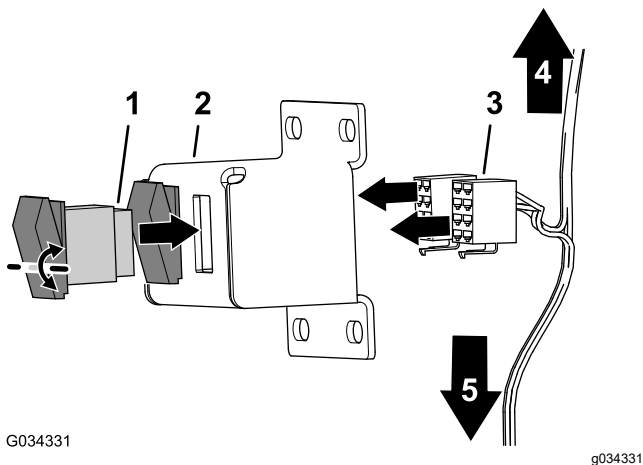

图 2
1. 将摇臂开关对准开关托架中的开口 图 2。
2. 将开关插入开口直至牢固卡入图 2。
4. 将线束的 8 插槽接头与摇臂开关的 8 针接头连接图 2。